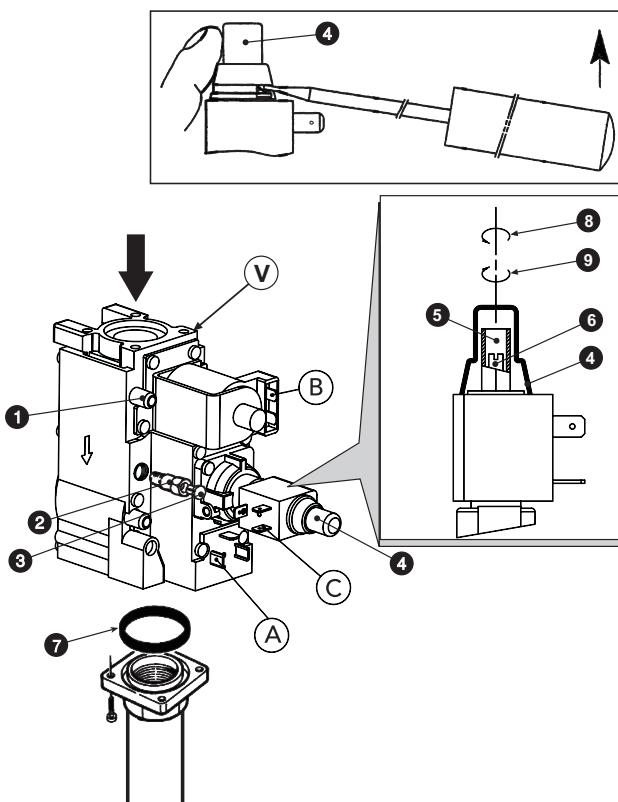

рис. 4 - Перенастройка котла на другой вид газа
Операции регулировки давления должны выполняться при работающем котле с помощью соответствующих регуляторов, установленных на 2-ступенчатых газовых клапанах (см. рис. 4)
- Снимите защитную крышку регулятора давления 4 на рис. 4.
- Медленно поверните ручку регулировочного термостата по часовой стрелке до 1-го щелчка; таким образом обеспечивается подача газа в отверстия А и В газового клапана (см. рис. 4).
- Регулируйте давление с помощью винта 6 на рис. 4 и проверьте его соответствие со значениями, приведенными в таблице технических данных на сез. 5.3.
- Поверните ручку термостата регулировки до максимума; таким образом обеспечивается подача газа в отверстия А, В и С газового клапана (см. рис. 4).
- Регулируйте давление с помощью винта 5 на рис. 4 и проверьте его соответствие со значениями, приведенными в таблице технических данных на сез. 5.3.
- Снимите с газового клапана маленький колпак 3 (рис. 4), установите на клапан регулятор "STEP" зажигания 2, находящийся в комплекте переналадки, и наденьте на него колпак 3.
Осуществляется выполнением описанных выше операций, сняв регулятор зажигания "STEP" 2 на рис. 4 с газового клапана и установив колпак 3 на рис. 4 непосредственно на клапан.